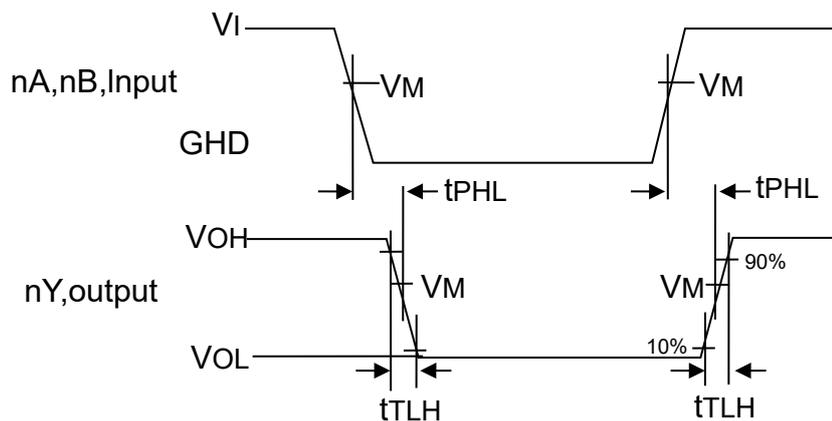

图 4、数据输入 (nA、nB) 到输出 (nY) 的传输延时和输出转换时间图
**交流参数 1** ( $T_{amb}=25^{\circ}C$ ,  $GND=0$ ,  $t_r=t_f=6.0ns$ ,  $C_L=50pF$ , 见图 4、图 5)
**交流参数 2** ( $T_{amb}= -40 \sim +85^{\circ}C$ ,  $GND=0$ ,  $t_r=t_f=6.0ns$ ,  $C_L=50pF$ , 见图 4、图 5)